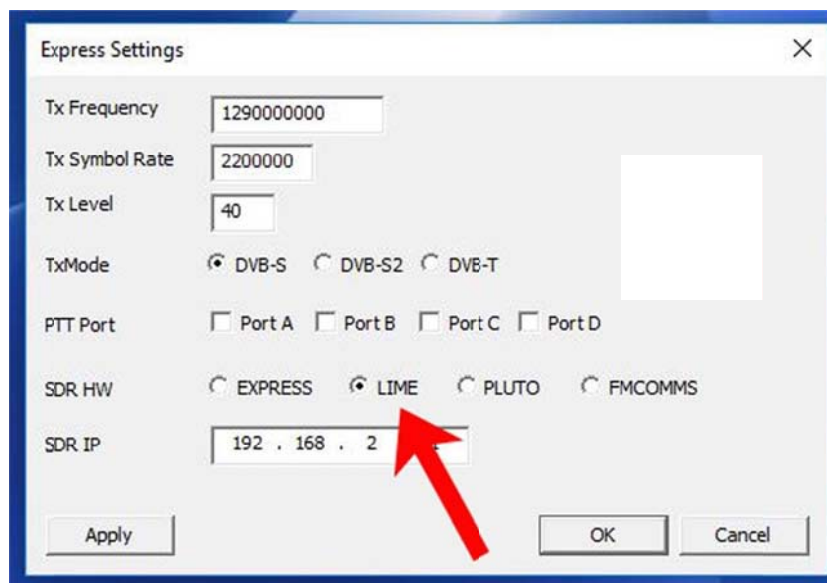

Figure 18 - Capture d'écran de l'onglet MODULATEUR-COMMON configuré pour utiliser le
- Si un message d'erreur indiquant « matériel DATV-Express not found - 1005 » ou « matériel PLUTO introuvable » apparaît semblable à celle indiquée dans Figure 17, puis: Le message Figure 17 de « Non « matériel DATV-Express introuvable » erreur indique généralement que les paramètres dans l'onglet MODULATEUR-commun sont définies au mauvais fabricant du conseil. le FIGURE 18